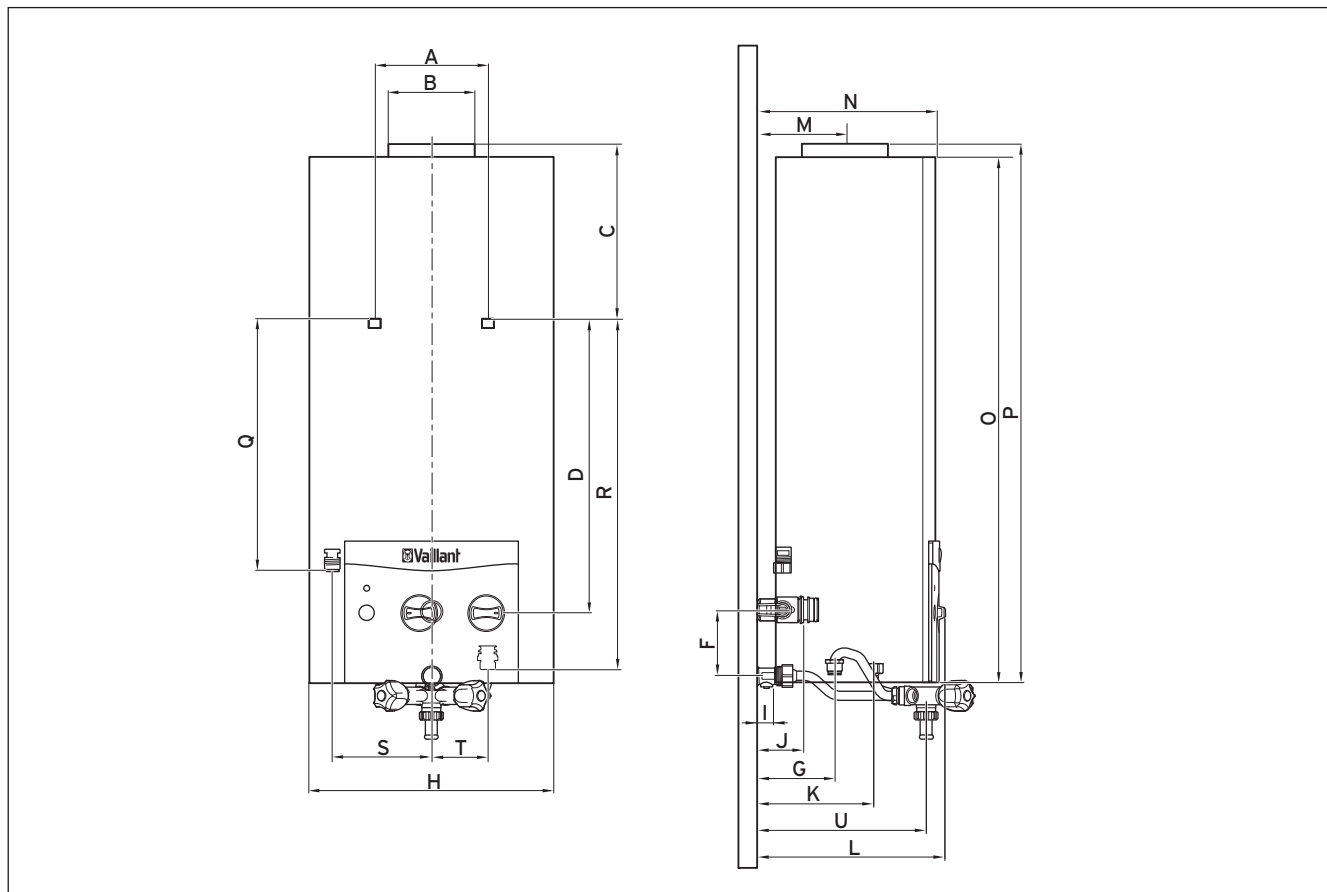

Abb. 3.5 Maßzeichnung des atmoMAG 6 für Erdgas
- Montieren Sie den Gasanschluss (**1**) an die Wand (siehe Abb. 3.5)
- Befestigen Sie das Gerät an der Wand (siehe Abb. 3.5).